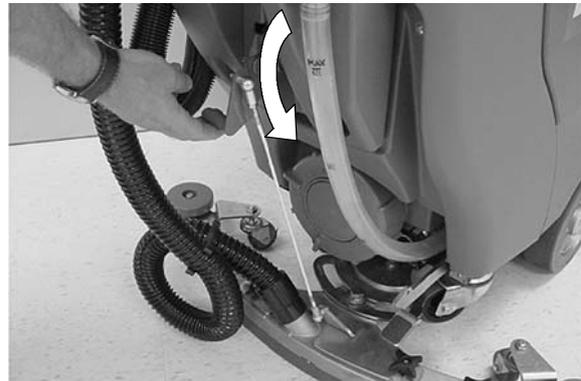

ABB. 15
4. Senken Sie die Wischgummi-Einheit auf den Boden ab, indem Sie den Wischgummi-Anhebehebel abwärts bewegen (Abbildung 15). Der Saugmotor schaltet sich automatisch ein.